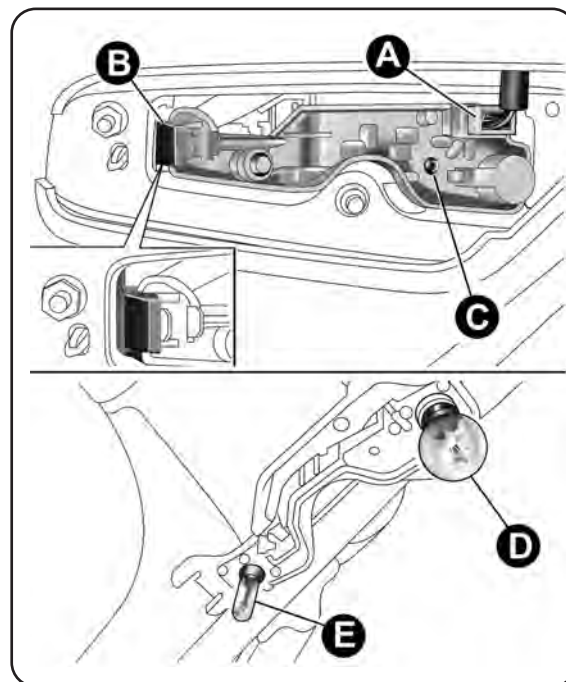

fig. 138
- retire el conector A-fig. 138 y extraiga el grupo portalámparas, levantando la lengüeta de sujeción B y aflojando el tornillo C;
- sustituya la lámpara empujándola un poco y girándola hacia la izquierda fig. 138: